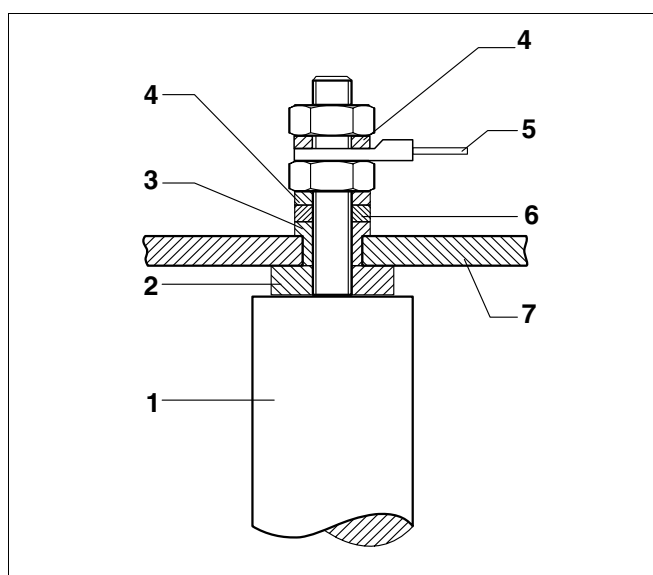

Fig. 11 Collegamento dell'anodo di magnesio
- Nel caso in cui la distanza tra soffitto ed accumulatore sia ridotta, sostituire l'anodo di magnesio rigido (fig. 11) con un anodo a catena Ø 33 × 1500 mm (articolo n.: 5592186).